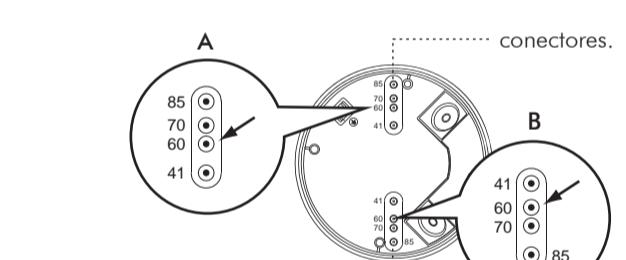

Figura 12-A
3.4.3.1 Existem 4 pares de conectores de distâncias diferentes, que variam de 41mm a 85mm na tampa traseira da caixa de junção KDP3/5 FP e pode ser selecionada para aplicações de montagem diferentes (veja a figura 12-A). Selecione duas figuras da mesma em ambas as extremidades para a distância correspondente para a fixação (veja a figura 12-B).